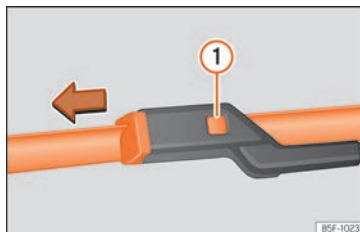

Abb. 85 Scheibenwischerblätter vorne auswechseln.
- Entriegelungstaste »» **Abb. 85** ① gedrückt halten und gleichzeitig das Scheibenwischerblatt in Pfeilrichtung abziehen.